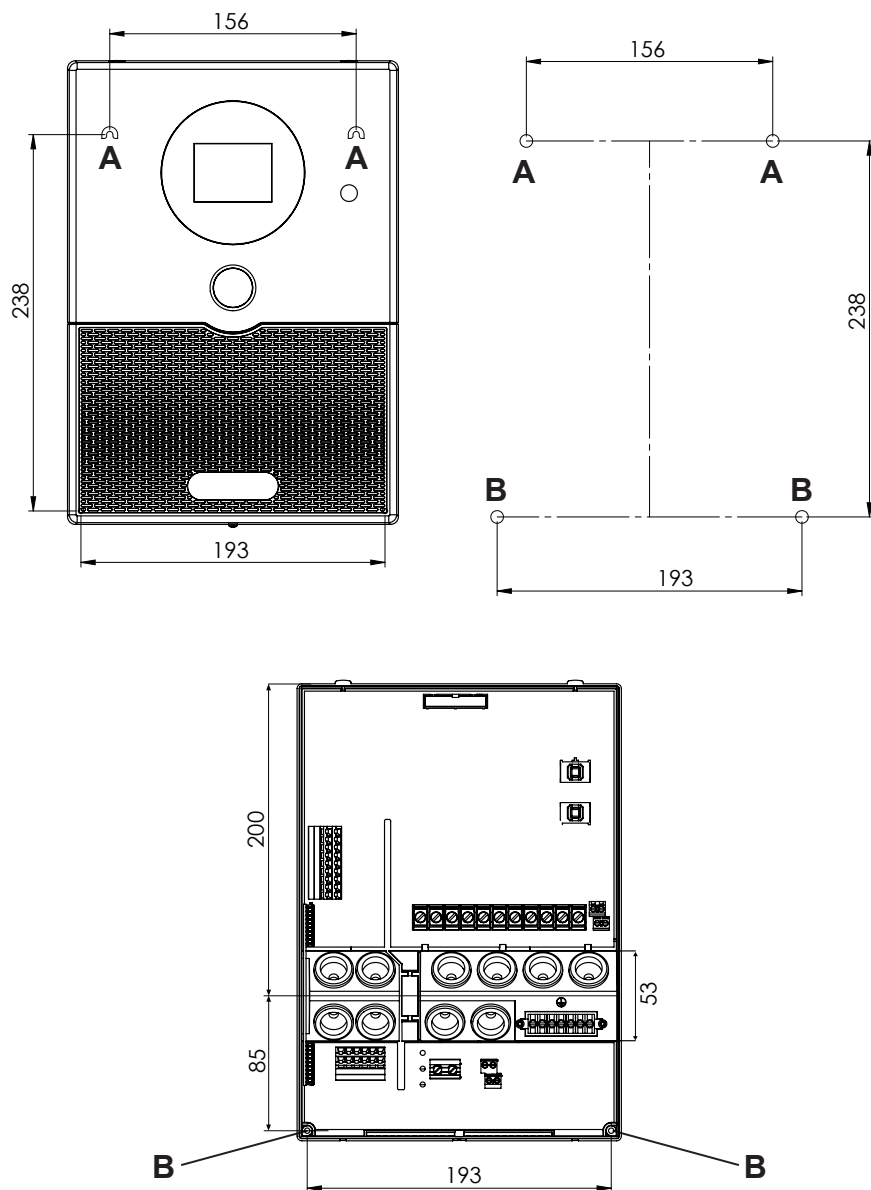

Fig.1 Posición del dispositivo de suspensión y de los orificios de montaje (medidas en mm)
1. Enrosque dos tirafondos (3 x 25 mm) a aprox. 1,70 m de altura, hasta una distancia de 7 mm en la pared de la sauna. Ambos tornillos deben estar separados entre sí 156 mm (véase la **Fig.1**).
4. Con ayuda del dispositivo de suspensión **A**, cuelgue la unidad de control de sauna sobre los tornillos con ranura en cruz montados previamente (véase la **Fig.1**).
5. Enrosque los dos tirafondos (3 x 25 mm) en los orificios de fijación inferiores **B** (véase la **Fig.1**).